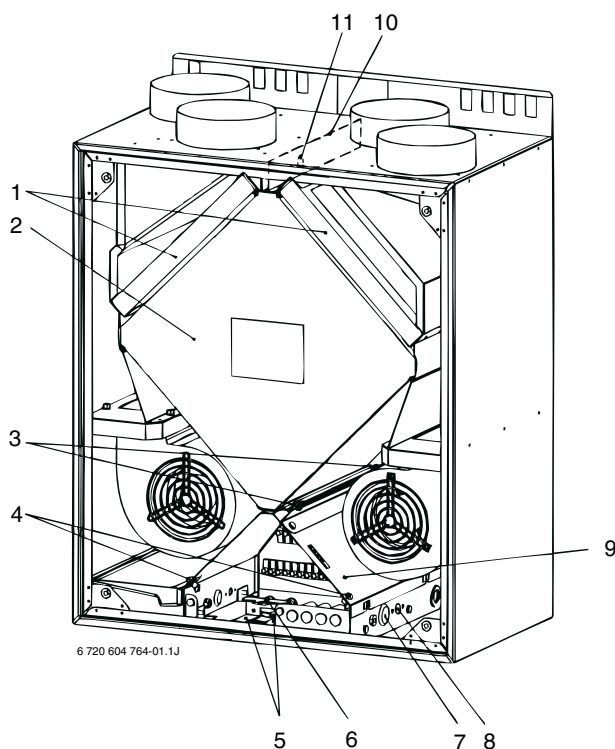

Bild 2
- ▶ Beide Luftfilter (1) und den Wärmetauscher (2) nach vorn herausziehen (Bild 2).
- ▶ Befestigungsschrauben (3) für die Kondensatführung und für die Führungsschiene des Plattenwärmetauschers herausdrehen.
- ▶ Befestigungsschrauben der Steuerungsabdeckung (9) entfernen.